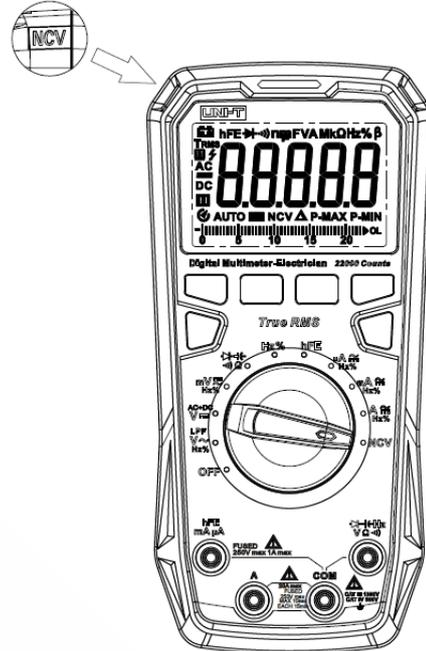

Рисунок 16
**8.13. Бесконтактное обнаружение переменного напряжения (NCV) (см. Рисунок 16)**